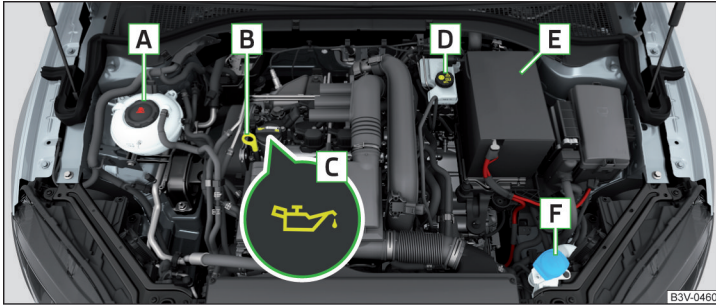

Abb. 323 Anordnungsbeispiel im Motorraum
- Den Deckel der Motoröleinfüllöffnung **C** abschrauben » Abb. 323 auf Seite 294.